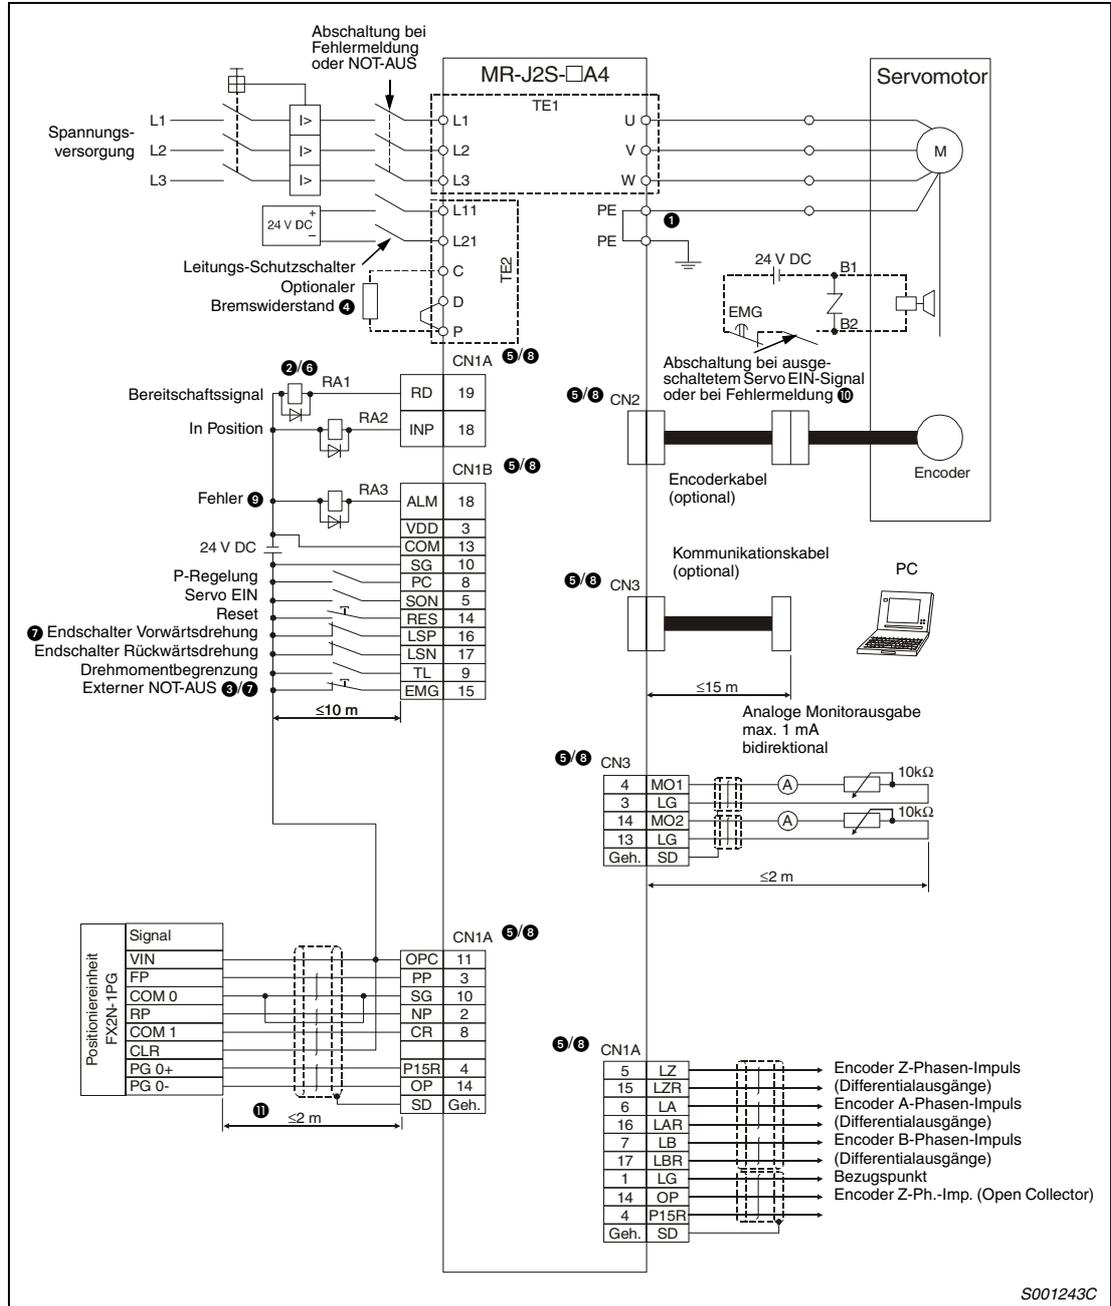

Abb. 3-49: Beispielschaltung zur Lageregelung mit positiver Logik
① **Achten Sie auf korrekte Erdung von Servomotor und Servoverstärker. Zur Vermeidung eines elektrischen Schlags müssen Sie die Schutzleiterklemme (PE) des Servoverstärkers, gekennzeichnet mit  $\perp$ , mit der Erdungsklemme des Schaltkastens verbinden.**
② **Achten Sie bei der Diode auf korrekten Anschluss. Ein verkehrter Anschluss der Diode führt zu fehlerhaftem Verhalten des Servoverstärkers und verhindert das Aus-senden von Signalen, die wichtige Schutzeinrichtungen wie NOT-AUS oder andere steuern.**
③ **Ein NOT-AUS-Schalter muss eingesetzt werden.**
**Hinweise zu Abb. 3-49**
- ④ Die gezeigte Beschaltung der Klemmen für den optionalen Bremswiderstand gilt ausschließ-lich für die Servoverstärker MR-J2S-200A4 oder kleiner. Eine genaue Beschreibung zur Beschaltung der Klemmen für andere Leistungsklassen finden Sie in Tab. 3-4.
- ⑤ Die Stecker CN1A, CN1B, CN2 und CN3 haben die gleiche Form. Eine falsche Belegung der Schnittstellen kann zum Kurzschluss und zur Zerstörung der Ein-/Ausgänge führen.
- ⑥ Der Summenstrom der externen Relais darf maximal 80 mA betragen. Übersteigt der Summenstrom diesen Wert, müssen Sie zusätzlich eine externe Spannungsversorgung vorsehen.
- ⑦ Vor der Betriebsaufnahme müssen das externe NOT-AUS-Signal (EMG) und die Signale LSN und LSP eingeschaltet werden.
- ⑧ Im Servoverstärker sind Pins mit gleichem Namen miteinander verbunden.
- ⑨ Das Fehlersignal (ALM) ist, solange kein Alarm auftritt, immer eingeschaltet (Sicherheits-schaltung). Wird das Signal bei einem Alarm ausgeschaltet, sollte die Sollwertausgabe der überlagerten Steuerung durch ein Unterprogramm gestoppt werden.
- ⑩ Gilt nur für Servomotoren mit elektromagnetischer Haltebremse.
- ⑪ Diese Länge bezieht sich auf die Ansteuerung des Befehlsimpuls-ketteneingangs im Open-Collector-System. Bei Ansteuerung im Differenz-Leitungstreiber-System beträgt die Länge maximal 10 m.